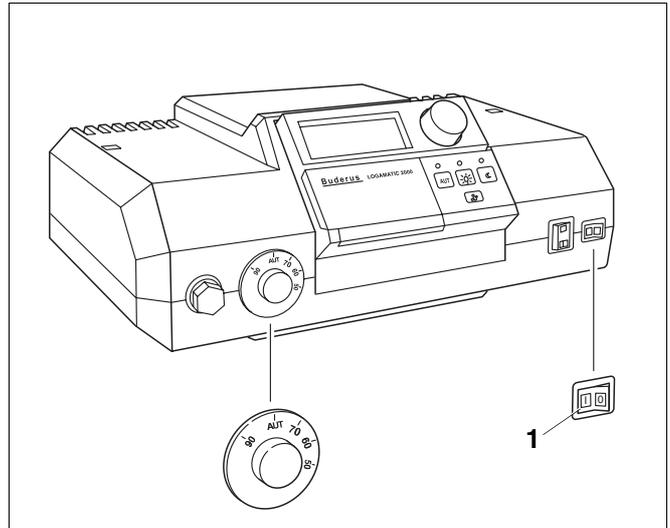
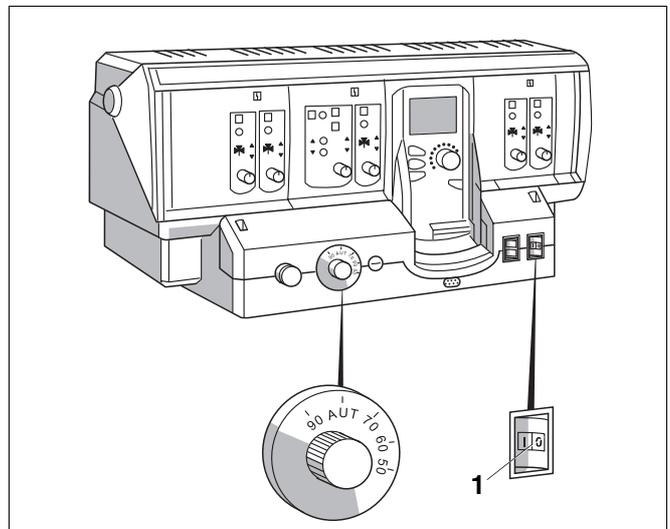

Abb. 33 Regelsystem Logamatic 2000
Abb. 34 Regelsystem Logamatic 4000
- Schalter Betrieb (Abb. 33, **Pos. 1** u. Abb. 34, **Pos. 1**) in Stellung „0“ (AUS) stellen.